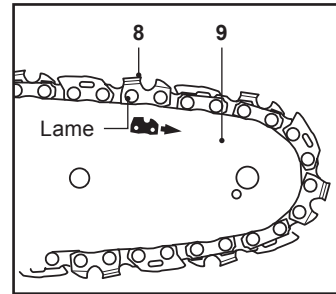

Fig. 2
- Placer la chaîne (8), les bords tranchants de la chaîne étant orientés dans le sens de rotation. Faire glisser la chaîne (8) dans la rainure autour du guide-chaîne (9). S'assurer que la chaîne (8) est installée dans le bon sens de rotation (Fig. 2).